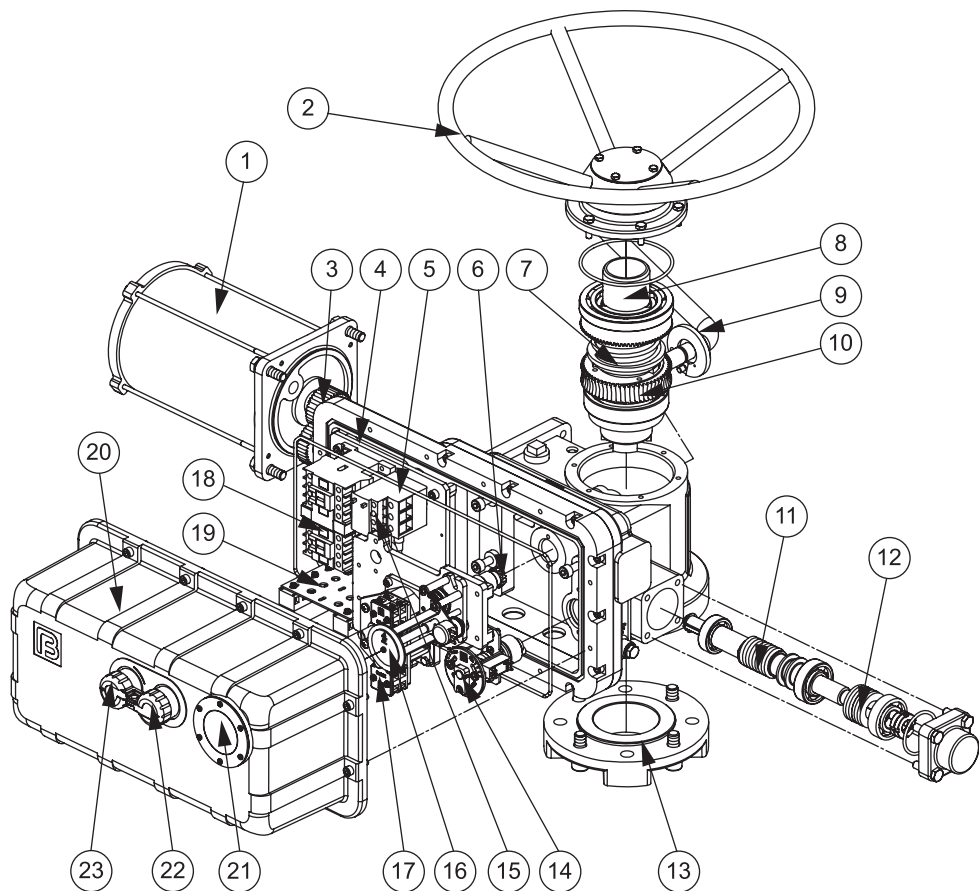
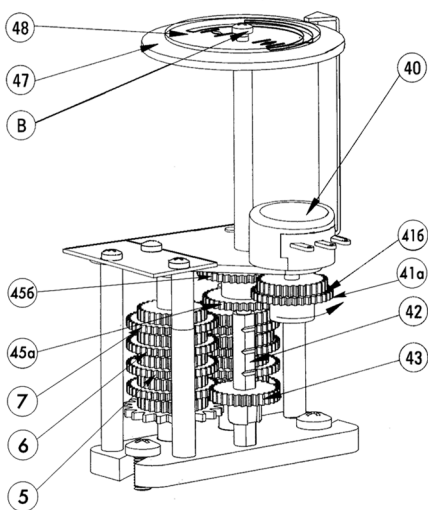

Рис. 1 Интегрированные электроприводы серии ГЗ-А, ГЗ-Б КС
Рис. 4 Индикатор положения затвора арматуры
## 2.1 Электроприводы серии ГЗ-А и ГЗ-Б КС (рис. 1)
**Индикатор положения затвора арматуры (16)** (рис. 1) состоит из набора установочных шестерен, потенциометра (40) (рис. 4), регулируемых дисков с указателем положения затвора (47, 48). На стержне (42) имеется 4 зубчатых зацепления, позволяющих фиксировать шестерню (43), для трехступенчатой индикации положения затвора арматуры.
Вращение от электродвигателя (1) (рис.1) через прямозубую цилиндрическую шестерню (3) передаётся на червячный редуктор (10,11), который обеспечивает вращательное движение выходного вала (8) и через кулачковую муфту преобразуется в поступательное движение штока затвора арматуры.
Индикатор положения затвора арматуры (16) (рис. 1) механически связан с валом ограничителя хода выходного вала. После надлежащей настройки указания индикатора соответствуют определенным положениям затвора арматуры независимо от режима работы электропривода – ручного или электрического.